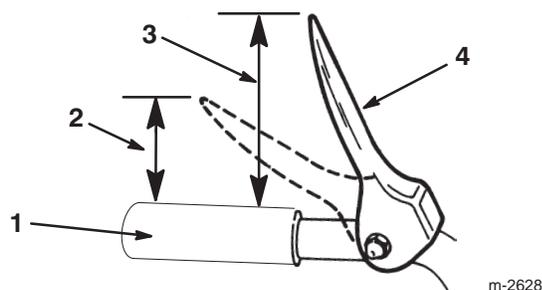

Figura 10
- Controllate la distanza tra l'estremità superiore della maniglia e quella inferiore della leva di comando di coclea/ventola. La distanza deve essere circa 10,2 cm, come illustrato nella Figura 10.